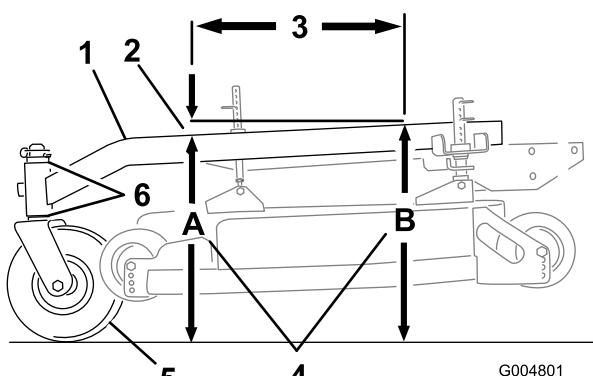

Figure 64
L'inclinaison avant/arrière du bâti porteur doit être comprise entre 3 mm (1/4") et 9 mm (3/8") sur 61 cm (24") de sa longueur (Figure 64).
- Measurez 61 cm (24") sur le bâti porteur (Figure 64).
- Measurez la hauteur du bâti porteur au point **A** (Figure 64).
- Measurez la hauteur du bâti porteur au point **B** (Figure 64).
- La hauteur au point **A** doit être inférieure de 6 à 10 mm (1/4 à 3/8") par rapport au point **B** (Figure 64).
- Si ce n'est pas le cas, déplacez les entretoises des roues pivotantes de manière à obtenir l'inclinaison voulue de 6 à 10 mm (1/4 à 3/8") (Figure 64). Déplacez les entretoises en haut ou en bas pour corriger l'inclinaison.